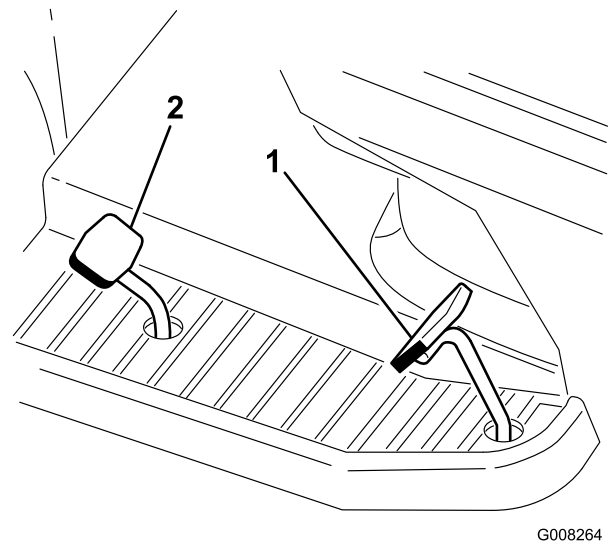

Figura 17
2. Mettete il piede sul pedale di comando della retromarcia e premete lentamente per spostarvi indietro (Figura 17).
2. Mettete il piede sul pedale di comando della trazione e premete lentamente per spostarvi in avanti (Figura 17).